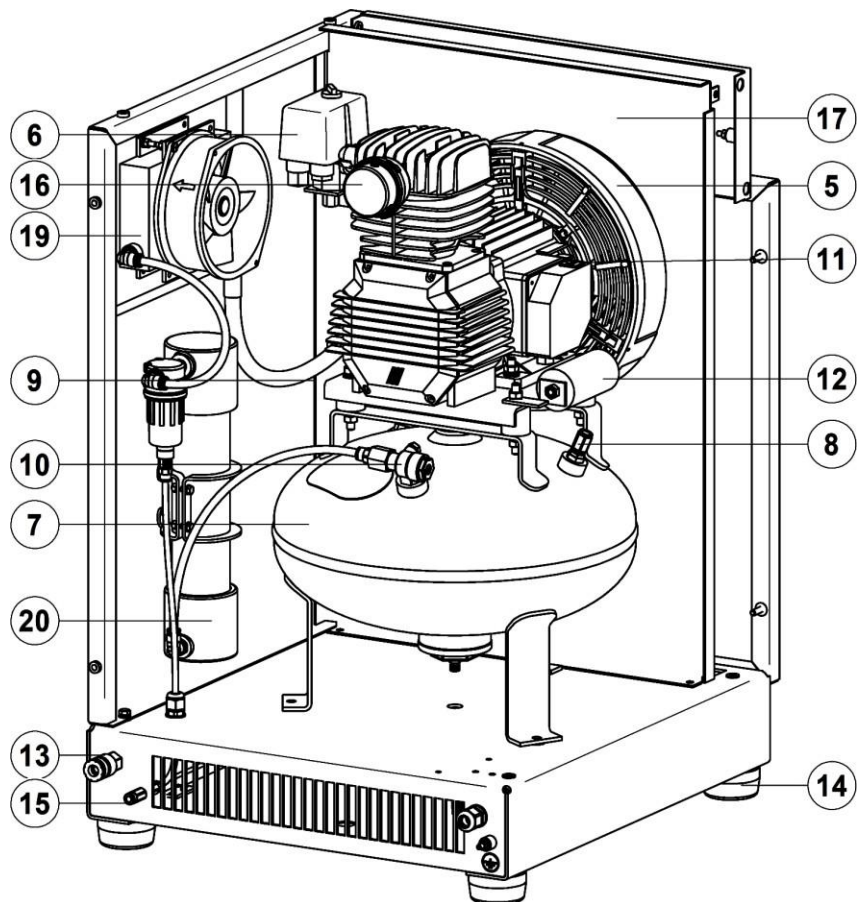

Рисунок 4 - Общий вид компрессора СБ4-16.GMS150KM
- Снимите крышку всасывающего фильтра **16** (рис. 4, 6), вывернув винт, при обслуживании компрессора с поршневым блоком VS204;